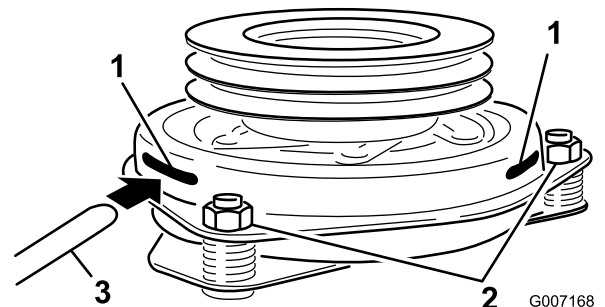

Figura 82
9. Introduzca una galga de 0,381–0,533 mm por una de las ranuras de inspección en el lateral del conjunto (Figura 82).
10. Apriete las contratuercas hasta fijar ligeramente la galga pero dejando que ésta se pueda mover con facilidad en la separación (Figura 82).